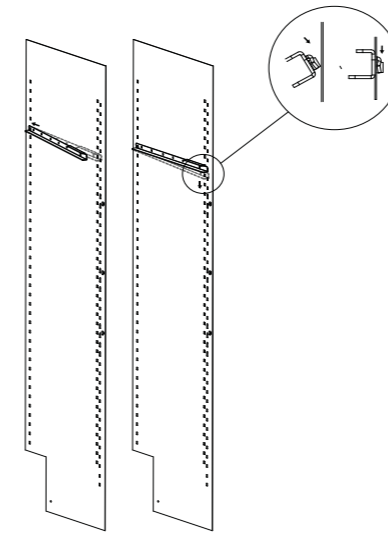
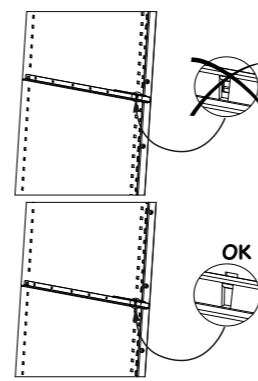

图1
图2
- 移除酒柜内部和外部的保护部件，包括下铰链的保护套(见图1)。
- 装上盖(见图2)，在附件包内可以找到，用于密封下铰链的孔。
1. 将2个滑条插入酒架支撑带中。每个酒架左右侧个安装一个滑条（见图1）。确保滑条正确地固定在壳体内（见图2）。
1. 将2个滑条插入酒架支撑带中。每个酒架左右侧个安装一个滑条 (见图1及图2)。
- 将滑条插入酒架支撑带要求位置上 (见图1和2);